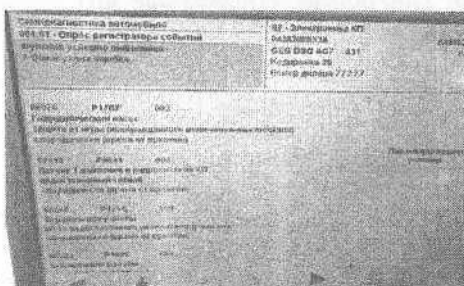

Рис. 8.8. Результати діагностування
- v Як приклад нижче наведено технологічний процес ремонту АКП. Він починається з діагностування. Для діагностування автомобіля марки для кожної моделі цієї марки застосовується сканер і програмне забезпечення. Діагностування автомобіля проводиться також і online. На рис. 8.8, 8.9 зображено приклад діагностичної карти самодіагностування.